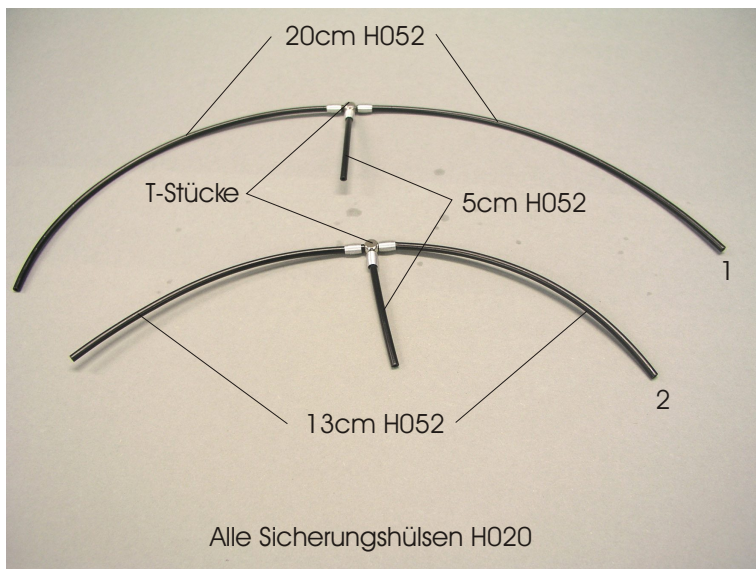

Bild 6
Bereiten Sie bitte die Zylinderanschlussleitungen für die Hubzylinder vorn (1) und hinten (2), wie in Bild 6 ersichtlich, vor.